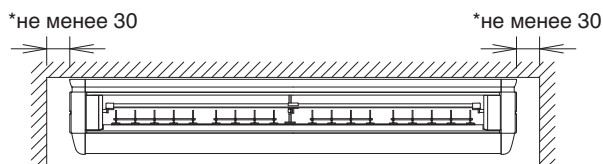

Рис. 1
- С наличием свободного пространства, достаточного для установки и технического обслуживания. (См. рис. 1 и рис. 2)
- Рассчитать по графику или таблице минимальную площадь помещения. См. рис. 1 на обратной стороне лицевой крышки.